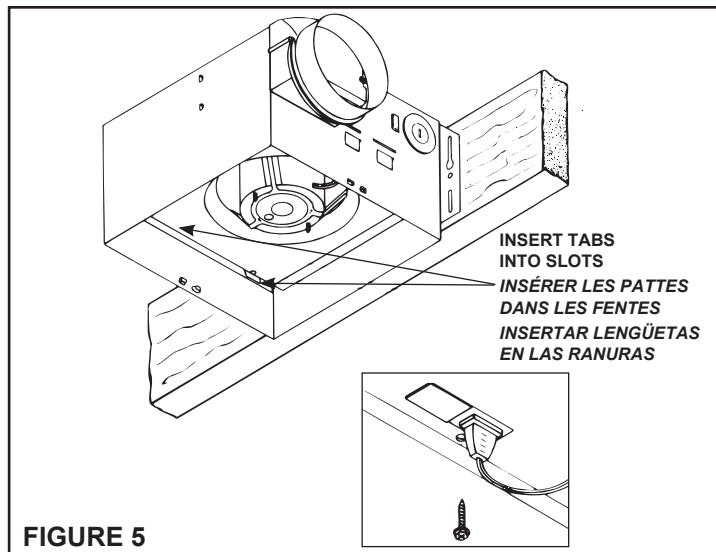

FIGURE 5
4. Refer to Figure 5. Insert motor plug into junction box receptacle.
4. **Voir Figure 5.** Insérer la fiche du moteur dans la prise de la boîte de jonction.